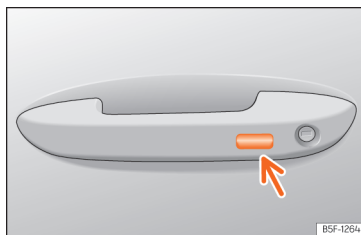

Fig. 88 Manípulo da porta: superfície sensora.
- **OU:** através do sistema Keyless Access (apenas fecho): Mantenha um dedo durante alguns segundos sobre a superfície sensora de bloqueio ►► Fig. 88 [seta] do manípulo da porta
Mantenha um dedo durante alguns segundos sobre a superfície sensora de bloqueio » Fig. 88 (seta) do manípulo da porta para fechar o teto. Se deixar de tocar na superfície sensora, interrompe a função de fecho.